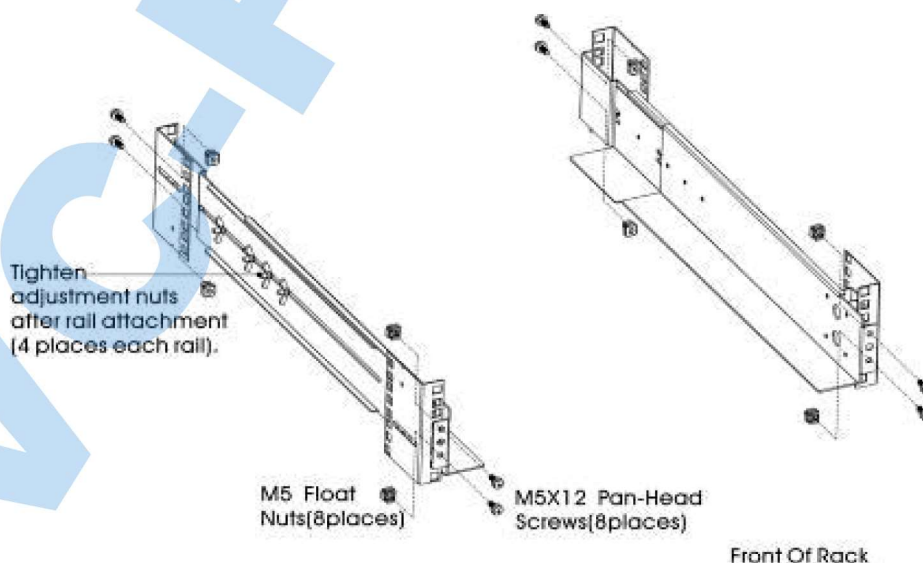

Рис. 4-2. Фиксация направляющих.
2. Выберите правильный размер в стойке для размещения ИБП (см. рис. 4-2). Рельсовые направляющие крепятся в четырёх местах на передней и задней части стойки.